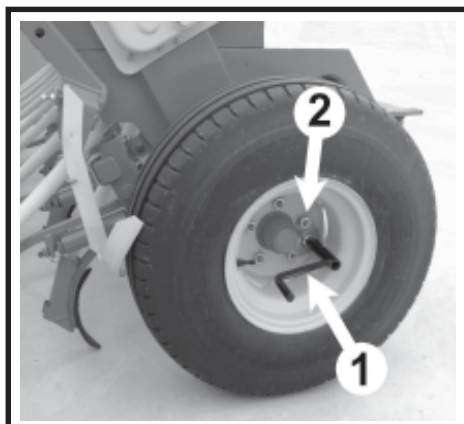

fig. 9
- 7) Con la MANIVELA DE GIRO DE LA RUEDA (1, fig. 9) se dan unas vueltas en el sentido de la marcha a la RUEDA MOTRIZ (situada a la derecha mirando la máquina por detrás) hasta que todos los distribuidores saquen semilla.